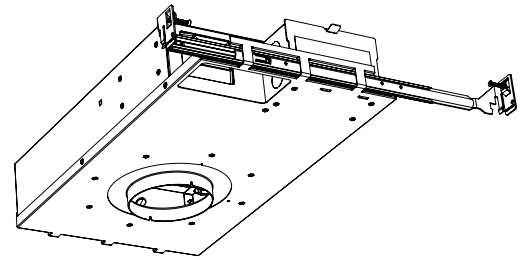

fig. 3
- c. Inserte la barra de clavado externa en las mismas hebillas de la caja, bloqueando las mitades interna y externa entre sí. Asegúrese de que el tornillo esté en la parte superior (consulte la fig. 3).
- b. Atornille los extremos de ambas barras en las viguetas de madera, fijando la caja en su lugar (consulte la fig. 3).